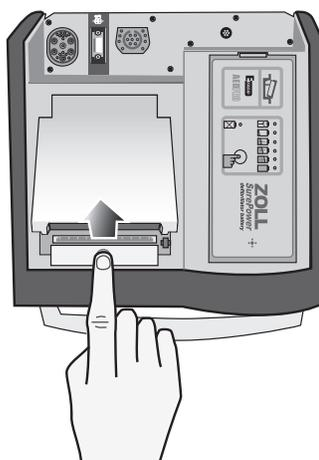

Figure 13-5. Ouverture du volet de l'imprimante
1. Appuyez sur le bouton de déverrouillage pour ouvrir le volet de l'imprimante (voir Figure 13-5), puis retirez le papier le cas échéant.